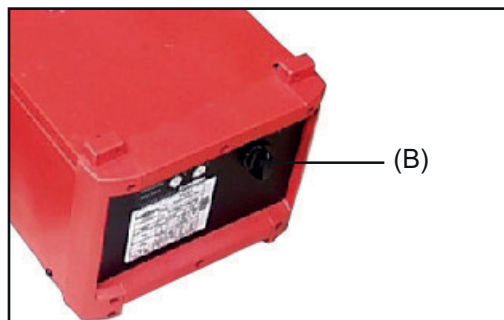

Fig. 4 Interrupteur principal de l'appareil
- 1 Commuter l'interrupteur principal de l'appareil (B) (Fig. 4) sur le transformateur automatique en position - O -